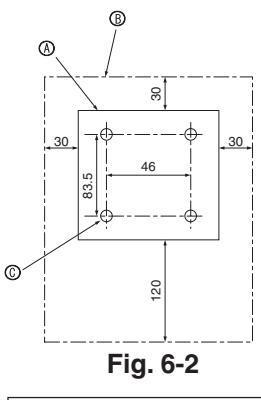

Fig. 6-2
- (1) Uzaktan kumanda için bir montaj yeri seçin. (Fig. 6-2)
[Fig.6-2]